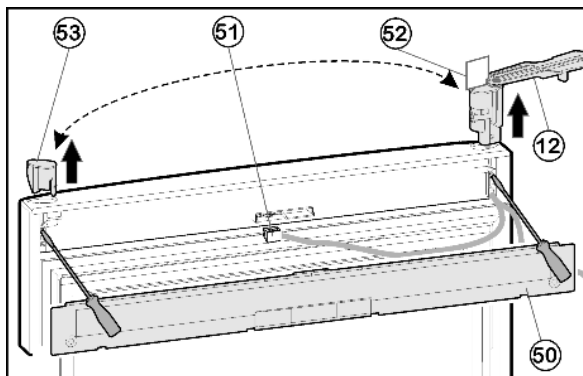

Fig. 9
- ▶ Снимите крышку Fig. 9 (50) на дверце с помощью отвертки.
- ▶ Отсоедините разъем Fig. 9 (51).
- ▶ На верхней дверце поверните опорный кронштейн Fig. 9 (12) наружу параллельно краю дверцы.
- При помощи отвертки вытолкните опорный кронштейн Fig. 9 (12) снизу и снимите с двери вместе с кабелем.
- Извлеките пробку Fig. 9 (53) снизу при помощи отвертки и вставьте на другой стороне.
- Проденьте кабель опорного кронштейна Fig. 9 (12) на противоположной стороне и установите опорный кронштейн.
- Снимите шаблон Fig. 9 (52) и закрепите на опорном кронштейне.
- Вставьте разъем Fig. 9 (51).
- Зафиксируйте крышку Fig. 9 (50) на дверце.